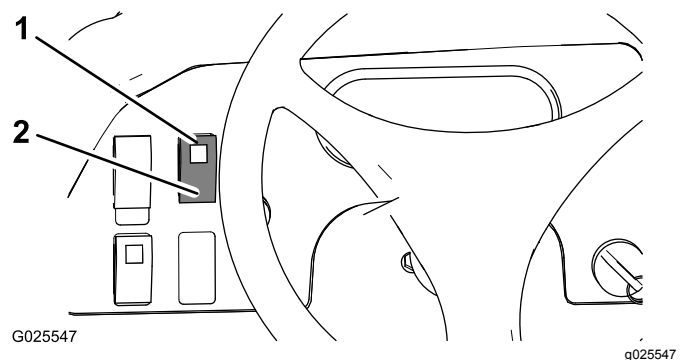

Bild 24
- Drücken Sie den Differenzialsperrschalter nach oben, um das Differenzial zu sperren (Bild 24).
- Drücken Sie den Differenzialsperrschalter nach unten, um das Differenzial zu entsperren (Bild 24).